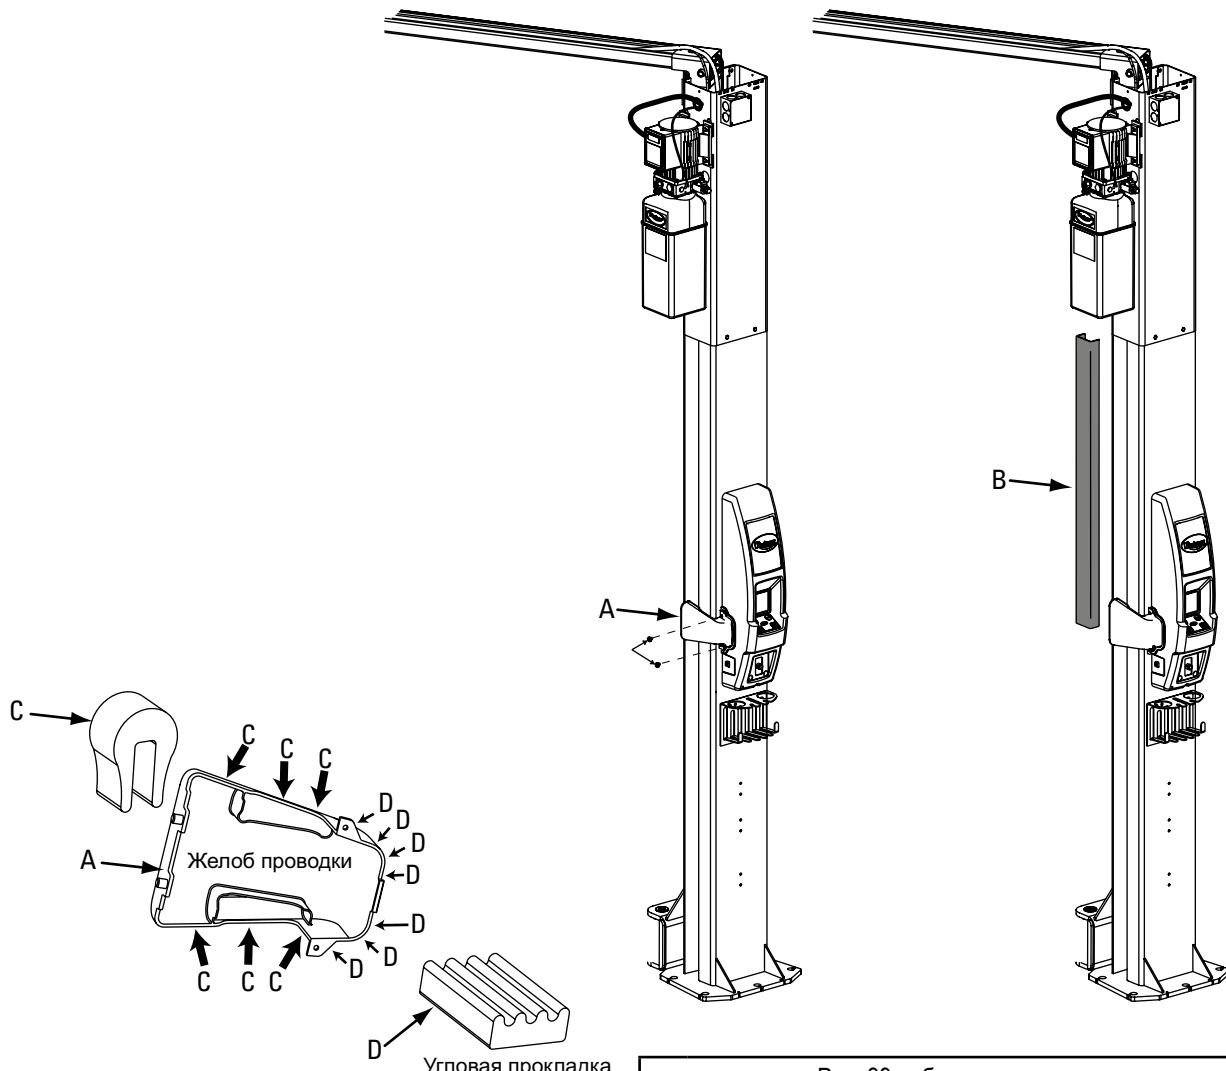

Рис. 39 - сборочные части
30. Установка стыковых накладок и желобов проводки ,см. рис. 39: